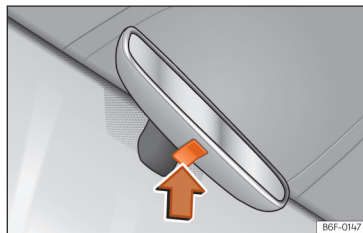

Fig. 75 Retrovisor com antiencandeamento manual.
- Para evitar o encandeamento, pressione a patilha do espelho retrovisor para cima >>> **Fig. 75** (seta).